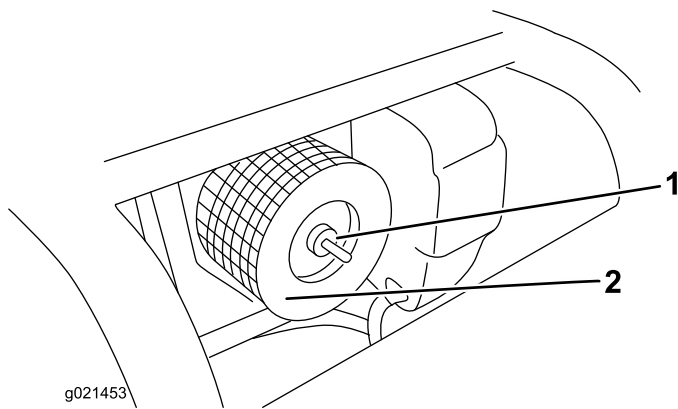

Figura 18
3. Desenrosque la tuerca y retire el elemento de papel (Figura 18).
6. Instale el cartucho del limpiador de aire, asegúrese de que está correctamente colocado, y sujételo con la tuerca moleteada (Figura 18).